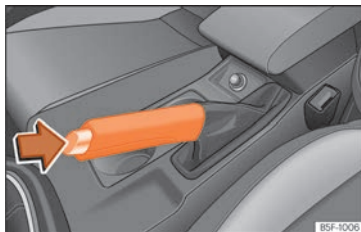

Abb. 256 Handbremse zwischen den Vordersitzen.
– Ziehen Sie den Hebel der Handbremse fest nach oben  **Abb. 256**.
– Ziehen Sie den Hebel etwas nach oben, drücken Sie die Entriegelungstaste in Pfeilrichtung  **Abb. 256** und führen Sie den Handbremshebel ganz nach unten .